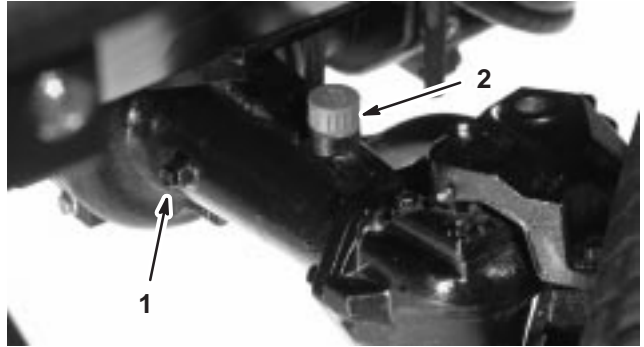

Figure 8
2. Enlevez un bouchon de contrôle à une extrémité du pont arrière (Fig. 8) et vérifiez que le lubrifiant atteint la base de l'orifice. Si le niveau est bas, enlevez le bouchon de remplissage (Fig. 8) et ajoutez suffisamment de lubrifiant pour rectifier le niveau.